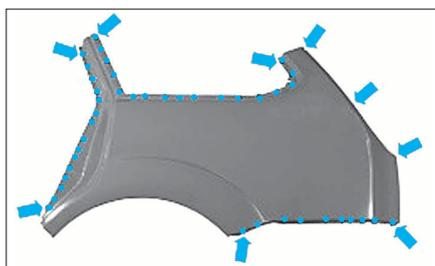

FIG. 72
- Percer des trous Ø 10mm aux endroits prévus (Fig.72) afin de souder l'aile par bouchonnage.